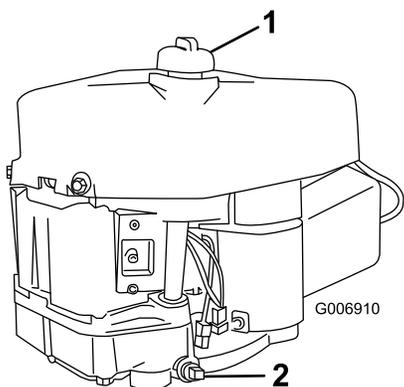

Figura 17
6. Pulite attorno all'asta di livello (Figura 17) in modo che la morchia non possa penetrare nel foro di rifornimento e danneggiare il motore.
7. Posizionare una bacinella di spurgo sotto il tappo di spurgo, e togliete quest'ultimo (Figura 17).
10. Versare lentamente circa l'80% della quantità indicata d'olio nel foro di rifornimento (Figura 17). Controllare il livello dell'olio; vedere 4 ed 5 di Controllo del livello dell'olio.
6. Versate lentamente circa l'80% della quantità indicata d'olio nel foro di rifornimento (Figura 17). Controllate il livello dell'olio; vedere 7 ed 8 di Controllo del livello dell'olio.